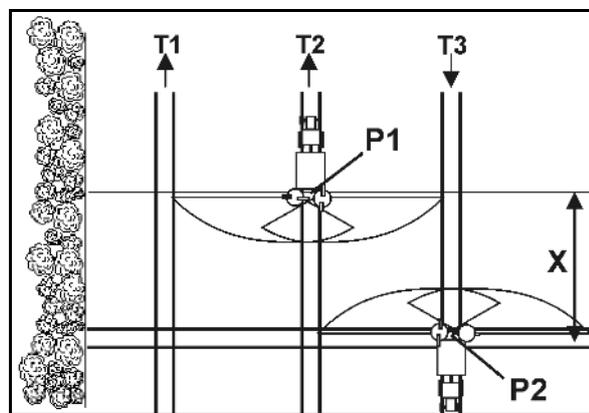

Fig. 69
- Öffnen der Schließschieber nach dem Einfahren in die Fahrgasse am Punkt P1 (Fig. 69), wenn die Streuscheiben die Strecke X von der Fahrgasse des Vorgewendes entfernt sind.
- Schließen des Schiebers vor dem Herausfahren aus der Fahrgasse am Punkt P2 (Fig. 69), wenn sich die Streuscheiben in Höhe der ersten Fahrgasse des Vorgewendes befinden.